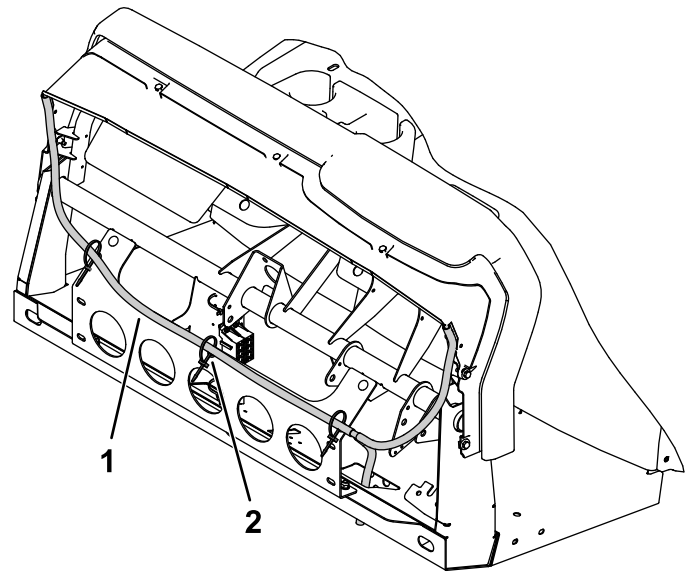

Bild 43
- Fangen Sie an der Passagierseite an und verlegen Sie den angeschlossenen durchsichtigen Schlauch durch die Bodenplatte (mit dem Kupplungspedal) zur Fahrerseite der Maschine (**Bild 43**).
- Befestigen Sie den angeschlossenen durchsichtigen Schlauch mit den drei magnetischen Kabelbinderbefestigungen und drei Kabelbindern (**Bild 43**).